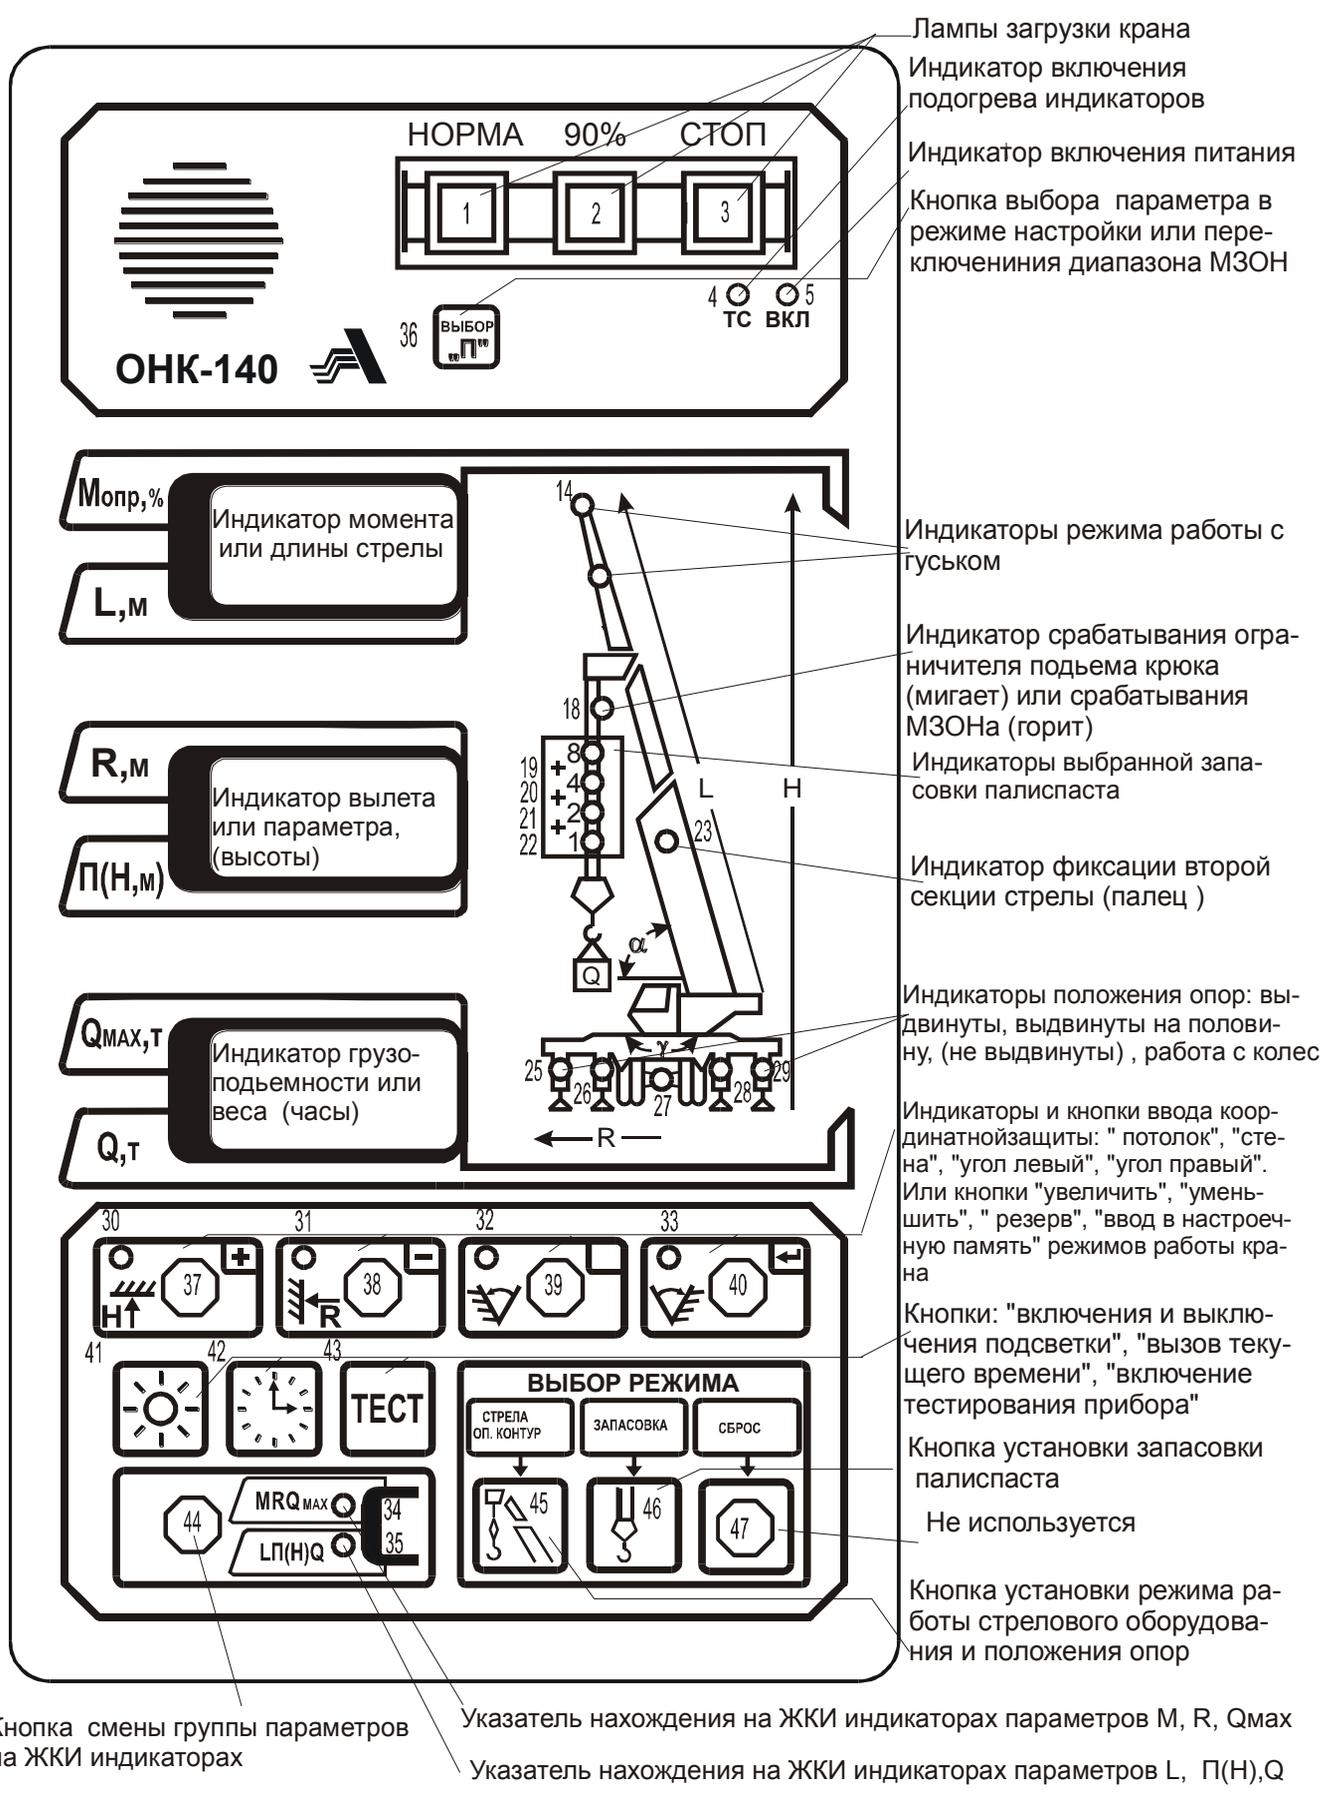

Рисунок 7 - Лицевая панель ограничителя
Включить тумблер ПИТАНИЕ на пульте управления крана и проконтролировать загорание светодиода ВКЛ на передней панели БОДа (см. рисунок 7).
Для этого нажать кнопку выбора запаски (46). При этом на индикаторы БОДа выдаются (см. рисунок 7):